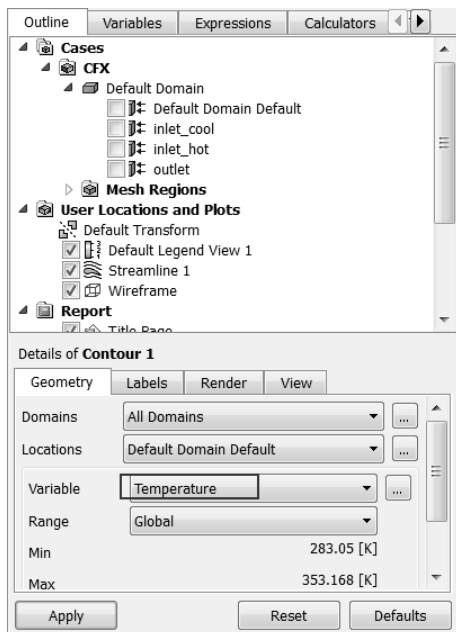

图 17-37 设置云图
Step6 在如图 17-37 所示的 Details of Contour 1 面板的 Variable 栏中选择 Temperature 选项,其余默认,单击 Apply 按钮。